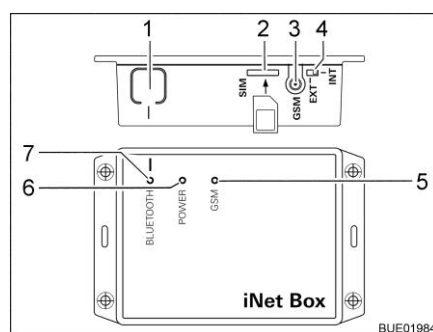

Fig. 230 Truma iNet Box
- Premere il tasto BLUETOOTH (Fig. 230,1) della iNet Box per 1 secondo. Nel terminale mobile la Truma iNet Box è visibile per circa 2 minuti (nome: "Truma iNet-Box"). In questo tempo il LED BLUETOOTH (Fig. 230,7) blu lampeggia.
- Spingere con cautela la mini SIM con il proprio numero di telefono e credito sufficiente nello slot (Fig. 230,2) della Truma iNet Box, come illustrato, finché non si innesta. Il LED GSM (Fig. 230,5) rosso deve lampeggiare costantemente. Quando dopo 20 secondi il LED rosso si spegne: Controllare la mini SIM.